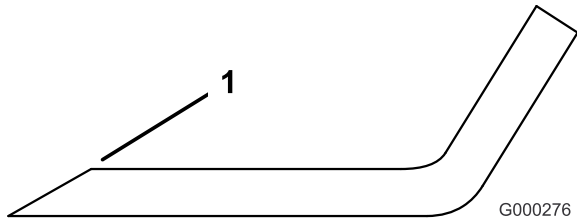

Figure 49
- Au moyen d'une lime, aiguisez les tranchants aux deux extrémités de la lame (Figure 49) en veillant à